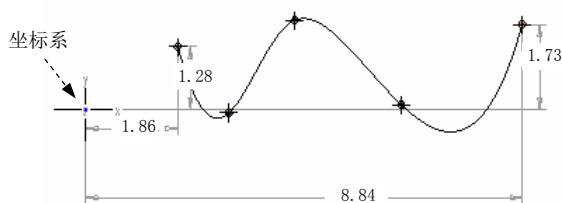
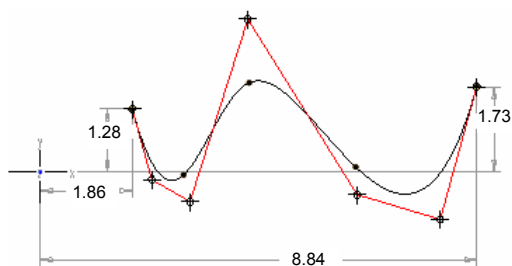

图 4.7.12 样条曲线
图 4.7.13 创建控制多边形
- 在“样条修改”操控板中按下 **点** 按钮,然后单击样条曲线上的相应点,可以显示并修改该点的坐标值(相对坐标或绝对坐标),如图 4.7.12 所示。
- 在操控板中按下 **文件** 按钮，并选取图 4.7.12 所示的坐标系，可生成相对于此坐标系的该样条曲线上所有点的坐标数据文件。
- 在操控板中按下 按钮，可创建控制多边形，如图 4.7.13 所示。如果单击 按钮完成编辑，系统将自动对控制多边形标注尺寸。
- 在操控板中按下 或 ，用于显示内插点（图 4.7.12）或控制点（图 4.7.13）。